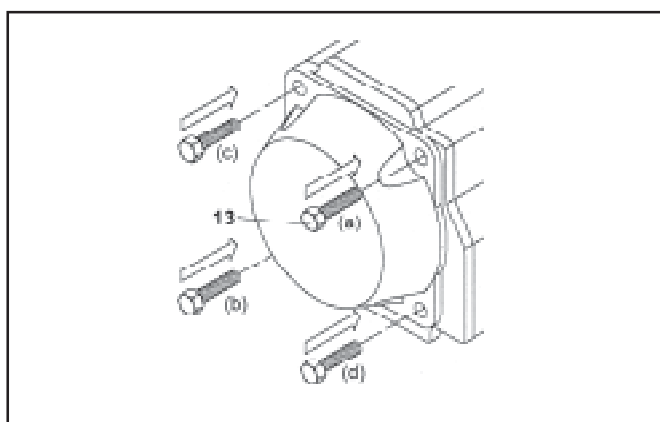

Fig. 26
- Monter les vis d'embout ( 13 ) en les vissant partiellement, Finir le vissage en suivant la séquence indiquée figure 26.